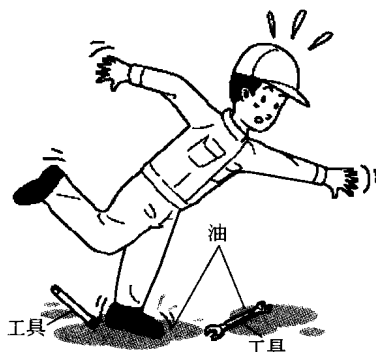

图 2-3 工作场地
(1) 工作场地。如图 2-3 所示，始终使工作场地保持干净来保护自己和其他人免受伤害。